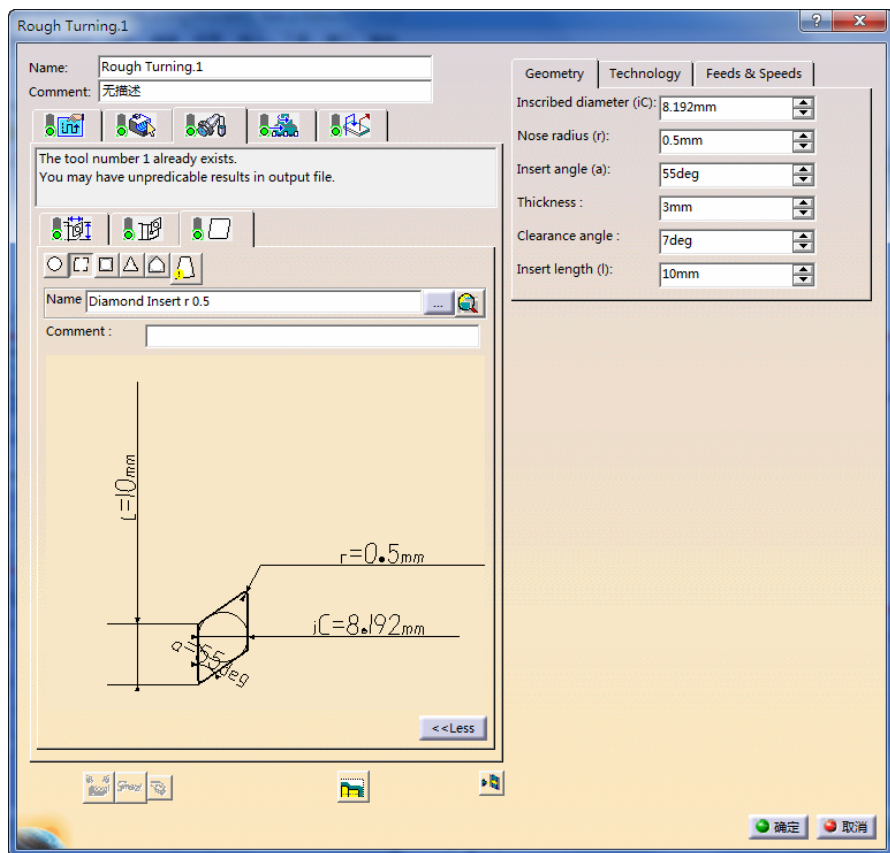

图 2-173 刀片选项卡
3) 刀片选项卡。单击刀具参数选项卡中的 , 切换到刀片选项卡, 用于设置刀片类型以及刀片参数, 包括圆形刀片、菱形刀片、方形刀片、三角形刀片、尖槽刀片和沟槽刀片, 如图 2-173 所示。